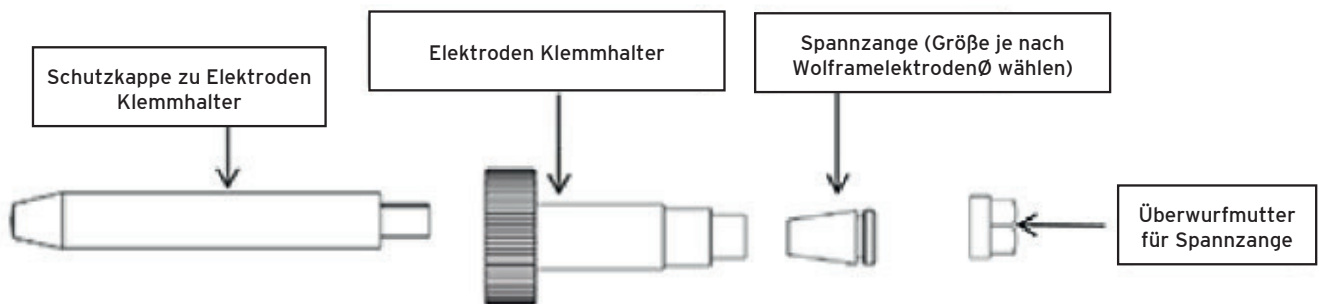
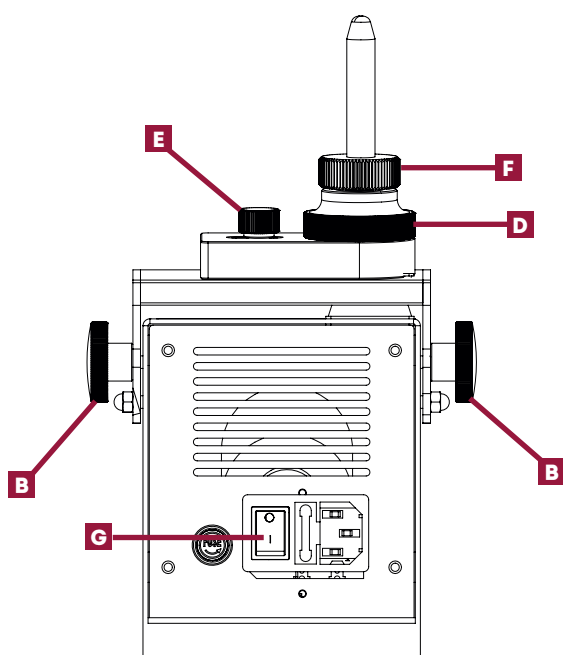
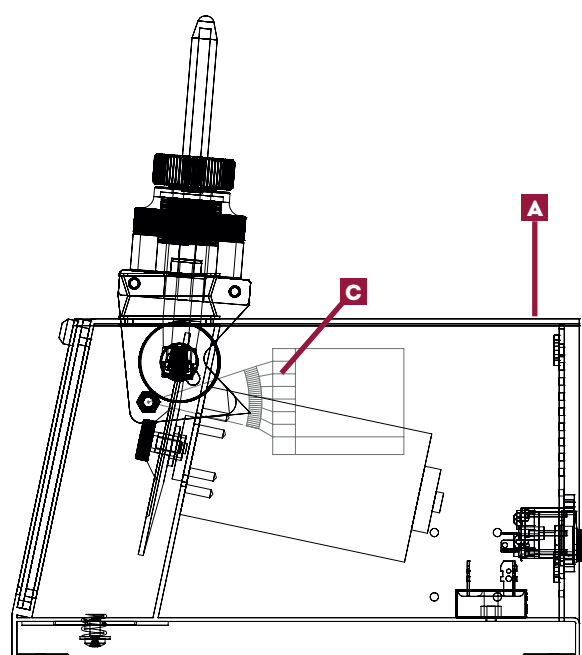

Abbildung 3
Abbildung 4
Abbildung 5
Im Lieferumfang des Gerätes befindet sich der Elektroden Klemmhalter (siehe Abbildung 3), dieser ist mit einer Spannzange für einen bestimmten Wolframelektroden Durchmesser ausgerüstet. Je nach verwendeter Wolframelektrode setzen Sie die entsprechende Spannzange ($\emptyset 1,6/2,0/2,4/3,2/4,0/5,0\text{mm}$) im Elektroden Klemmhalter ein und ziehen Sie die Überwurfmutter nur leicht an. Achten Sie darauf dass die Schutzkappe des Elektroden Klemmhalters montiert ist und führen Sie die Wolfram-Elektrode von vorne über die Spannzange in den Klemmhalter ein. Lassen Sie die Wolframelektrode noch ca. 35-50mm aus dem Elektroden-Klemmhalter ragen. Im hinteren Bereich des Gehäusedeckels (Abbildung 5 / Pos. A) befindet sich eine Anschlagöffnung in der Form der Überwurfmutter. Führen Sie hier den Klemmhalter samt Wolframelektrode ein und klemmen Sie diese durch Drehen des Klemmhalters im Uhrzeigersinn. Die Anschlagöffnung hat die perfekte Tiefe um den benötigten Überstand der Wolframelektrode zu erzielen, sofern sich keine Fremdkörper in der Öffnung befinden.
Lockern Sie auf beiden Seiten die Fixierknöpfe zur Winkeleinstellung (Abbildung 4 / Pos. B). Stellen Sie anhand des seitlichen Winkeldiagramms (Abbildung 5 / Pos. C) den gewünschten Anschleifwinkel $0-60^\circ$ ein und ziehen Sie die Fixierknöpfe an beiden Seiten wieder fest.
Mit der Rändelmutter (Abbildung 4 / Pos. D) stellen Sie die Zustellhöhe für den Schleifvorgang ein. Drehen Sie diese gegen den Uhrzeigersinn auf Ihre höchste Position und setzen Sie den Elektroden Klemmhalter samt Wolframelektrode in die Öffnung ein.
Jetzt haben Sie noch die Möglichkeit die Wolfram-Elektrode samt Anschleifblock nach links oder rechts zu verschieben. Damit können Sie die Schleifscheibe auf unterschiedlichen Positionen abnutzen um die Standzeit von dieser Schleifscheibe zu erhöhen. Lockern Sie dabei die Fixierschraube (Abbildung 4 / Pos. E) und bringen Sie den Anschleifblock in die gewünschte Position und ziehen Sie die Fixierschraube wieder fest.
1. Sorgen Sie für einen festen Sitz des Gerätes und schalten Sie dieses EIN (Abbildung 4 / Pos. G).
2. Verwenden Sie die linke Hand für die Rändelmutter (Abbildung 4 / Pos. D) um die Wolframelektrode durch Drehen im Uhrzeigersinn der Schleifscheibe zuzuführen.
3. Mit der rechten Hand drehen Sie den Klemmhalter langsam und gleichmäßig an der Rändelung (Abbildung 4 / Pos. F) gegen den Uhrzeigersinn um die Elektrodenspitze gleichmäßig zu formen.